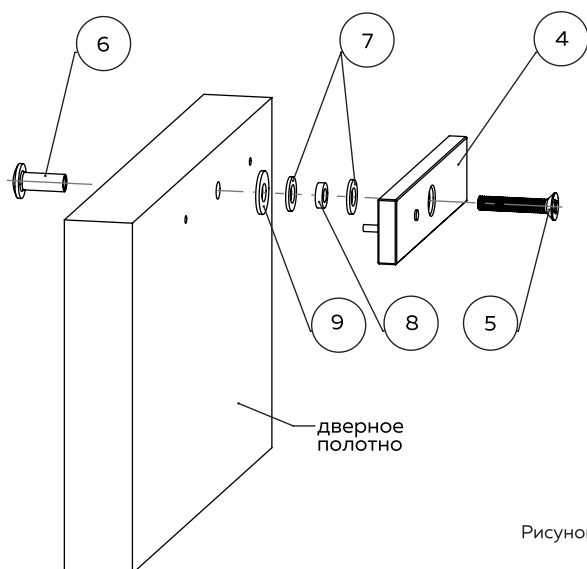
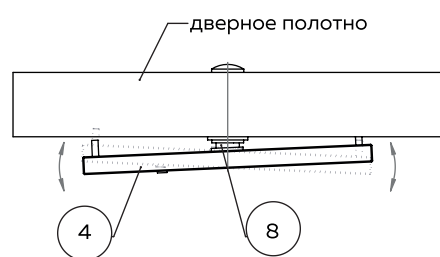

Рисунок 12
Рисунок 13
7 С внутренней стороны дверного полотна установить пластину ② в последовательности, как показано на рис.12.
ВАЖНО: для плотного прилегания пластины ④ к электромагниту ① замка необходимо обеспечить подвижность пластины ④ (рис.13), поэтому между дверным полотном и пластиной ④ должно обязательно находиться кольцо резиновое ⑨ (рис.12, 13).